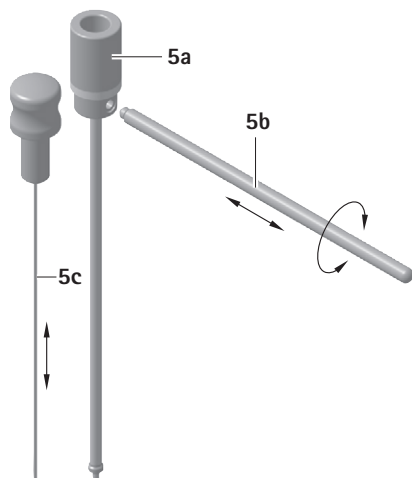

Fig. 1
- Sätt in instötaren 5c i sikröret 5a, se Fig. 1.